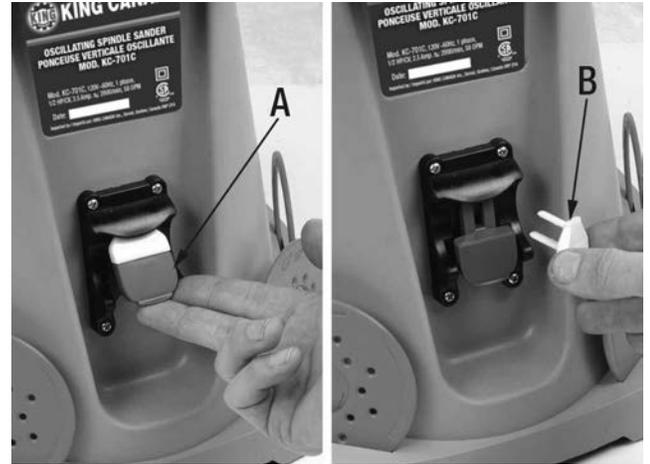

FIGURE 7
Cette Ponceuse Oscillante comprend un interrupteur marche/arrêt (A) Fig.7 qui démarre et arrête la machine. Pour mettre la Ponceuse Oscillante en marche, soulevez l'interrupteur tel que montré. Pour arrêter la Ponceuse Oscillante, appuyez simplement sur l'interrupteur.
L'interrupteur marche/arrêt comprend une clé de sécurité amovible (B) Fig.7. Lorsque la clé de sécurité est retirée de l'interrupteur et placée dans un endroit sûr, les personnes non autorisées ou les enfants ne peuvent plus la mettre en marche. Il est recommandé de toujours retirer la clé de sécurité de l'interrupteur lorsque la Ponceuse Oscillante n'est pas utilisée.